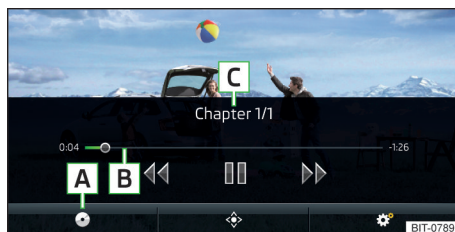

Fig. 184
Menú princ. » fig. 184
Avance/retroceso del vídeo al momento deseado	Pulsar el eje del tiempo de reproducción B » fig. 184 de la pág. 163
- Para **visualizar** el menú del DVD en el menú principal Video-DVD, pulsar la superficie funcional ◆ » fig. 184 de la pág. 163.